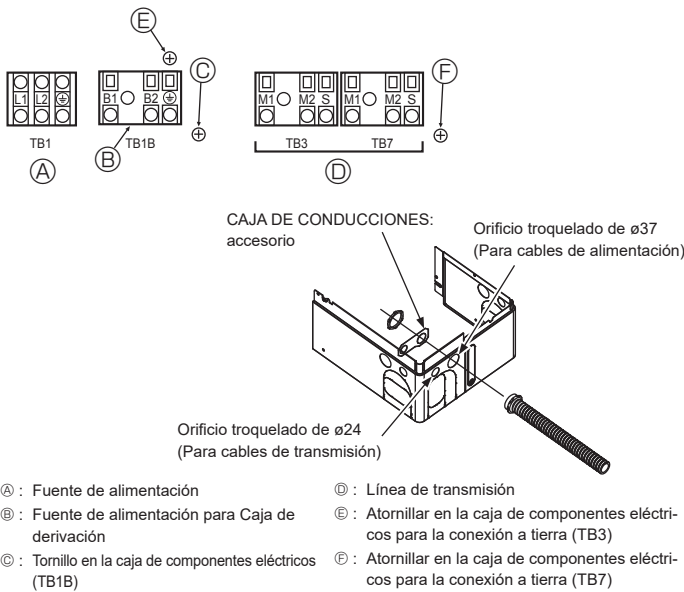

Fig. 6-1
- ⑩ Antes de activar la unidad exterior, compruebe que haya activado las unidades interiores y las Cajas de derivación.
6.2. Caja de control y posición de conexión de los cables (Fig. 6-1)